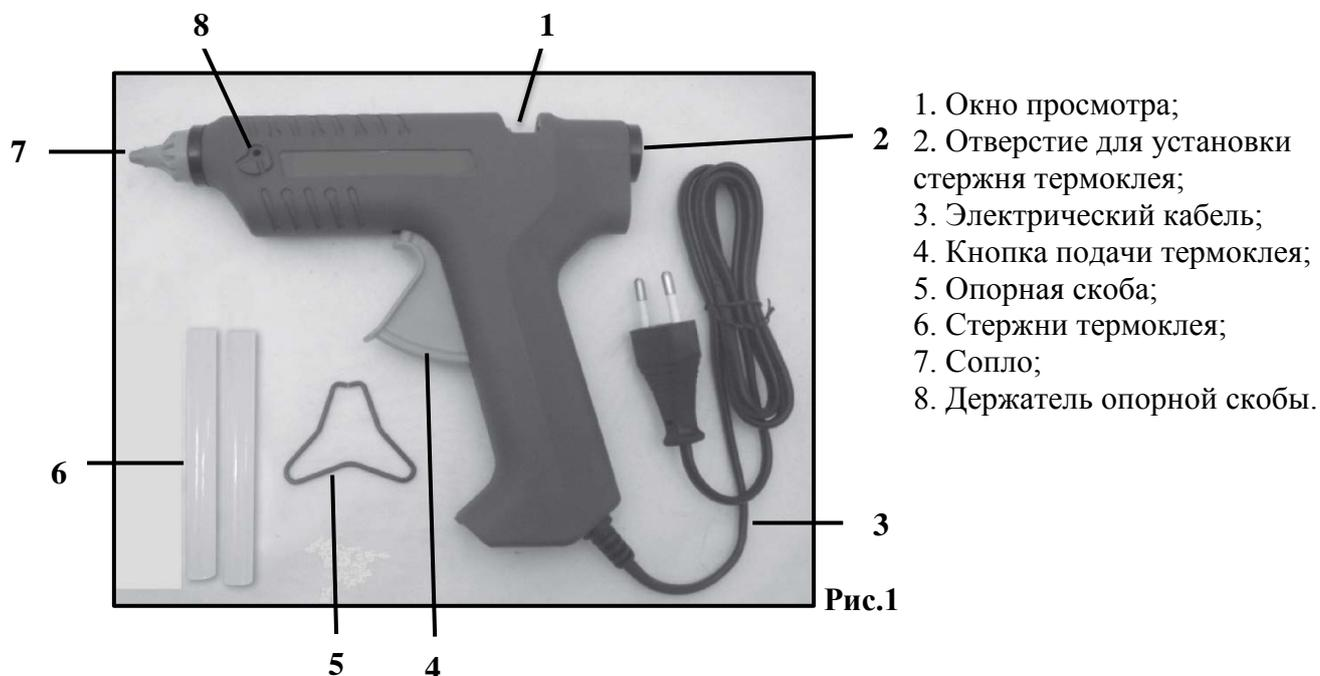

Рис.1
- Прикрутите сопло 7. Вставьте опорную скобу 5 в отверстия держателя 8 (рис.1) с обеих сторон термоклеевого пистолета.
- Сопло 7(рис.1) можно менять только в разогретом состоянии.